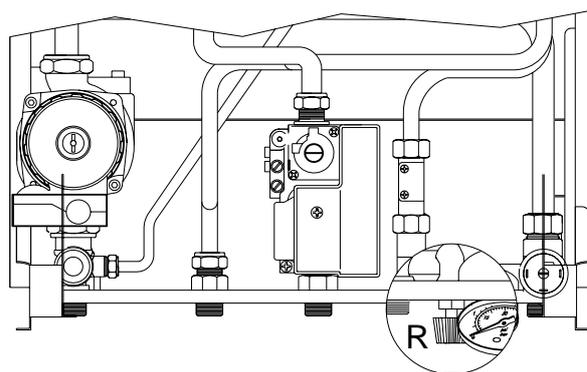

Fig. 2
- vérifier l'allumage du voyant (fig. 2, page 11, Pos. 6 ou 7) du tableau des commandes de la chaudière. L'allumage du brûleur se fera automatiquement. Il se peut qu'il faille répéter l'opération plusieurs fois pour éliminer l'air dans la tubulure gaz. Pour répéter l'opération d'allumage, attendre environ 3 minutes, éteindre, rallumer la chaudière et enfin répéter l'opération d'allumage.